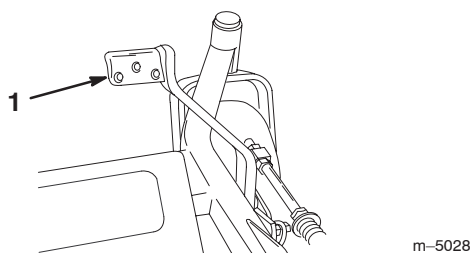

Figure 17
2. Appuyez sur ce levier tout en tirant sur le levier de sélection de hauteur de coupe (Fig. 17).